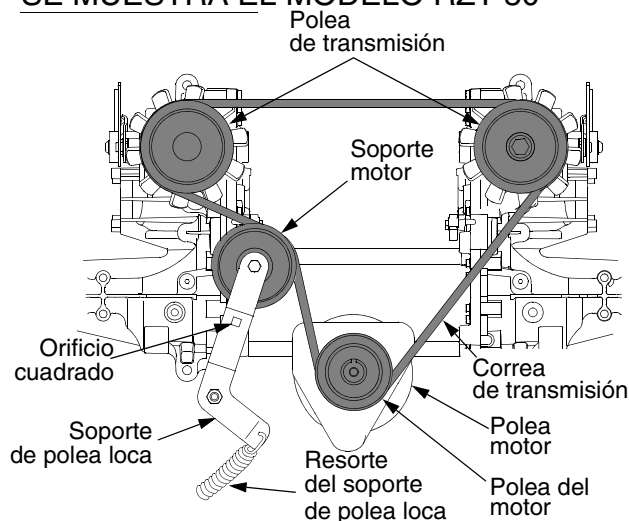

Figura 29
- Desde abajo de la parte trasera del tractor, inserte una llave de apriete de trinquete de 3/8 de pulgada en el orificio cuadrado del soporte de polea loca de la transmisión. Vea Figura 29.